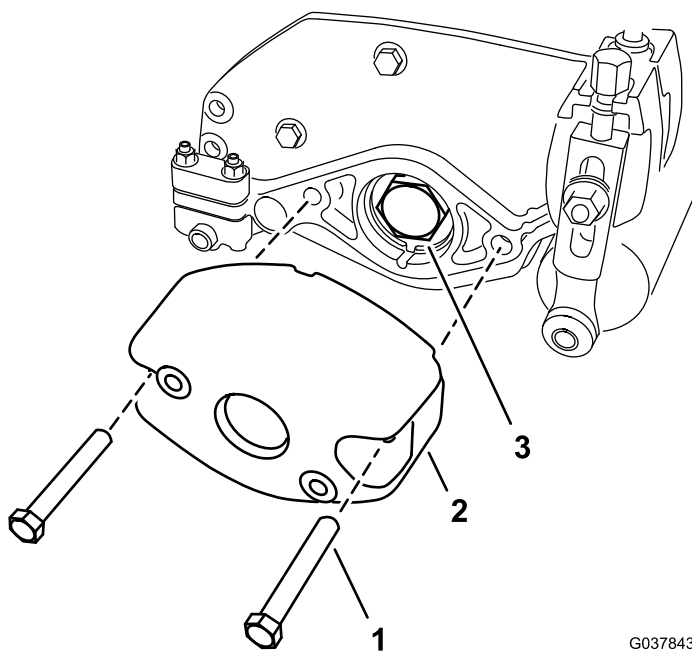

Рисунок 4
6. Выверните два болта (5/16 x 2¼ дюйма) из двух гаек (невыпадающих, удерживаемых боковой пластиной), которые крепят противовес к боковой пластине режущего блока. Снимите противовес (Рисунок 4).
7. Снимите с вала барабана гайку подшипника (Рисунок 4).